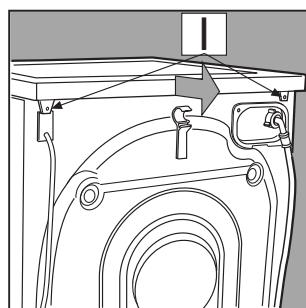

Fig. 3
2. Togli il top di copertura svitando le due viti **I**, e poi tiralo verso di te [fig 3].